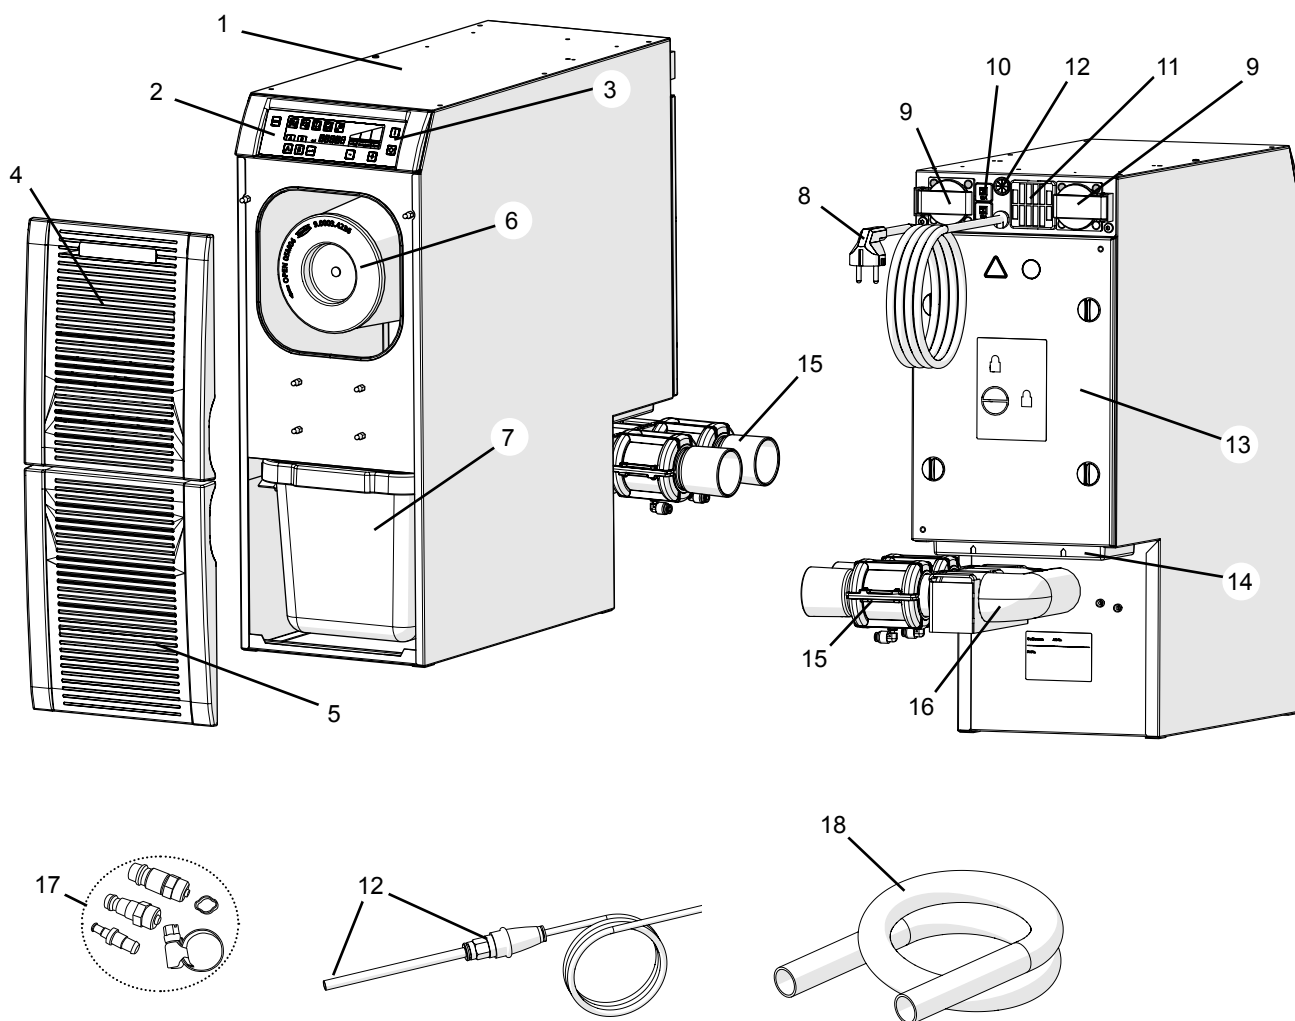

рис. 1
- вытяжное отверстие (14, рис. 1) оставалось свободным.
⇒ Выключите прибор, нажав на выключатель (3, рис. 1).
⇒ Выберите подходящую шланговую муфту из прилагаемого набора соединительных элементов (17, рис. 1) и закрепите ее на конце шланга.